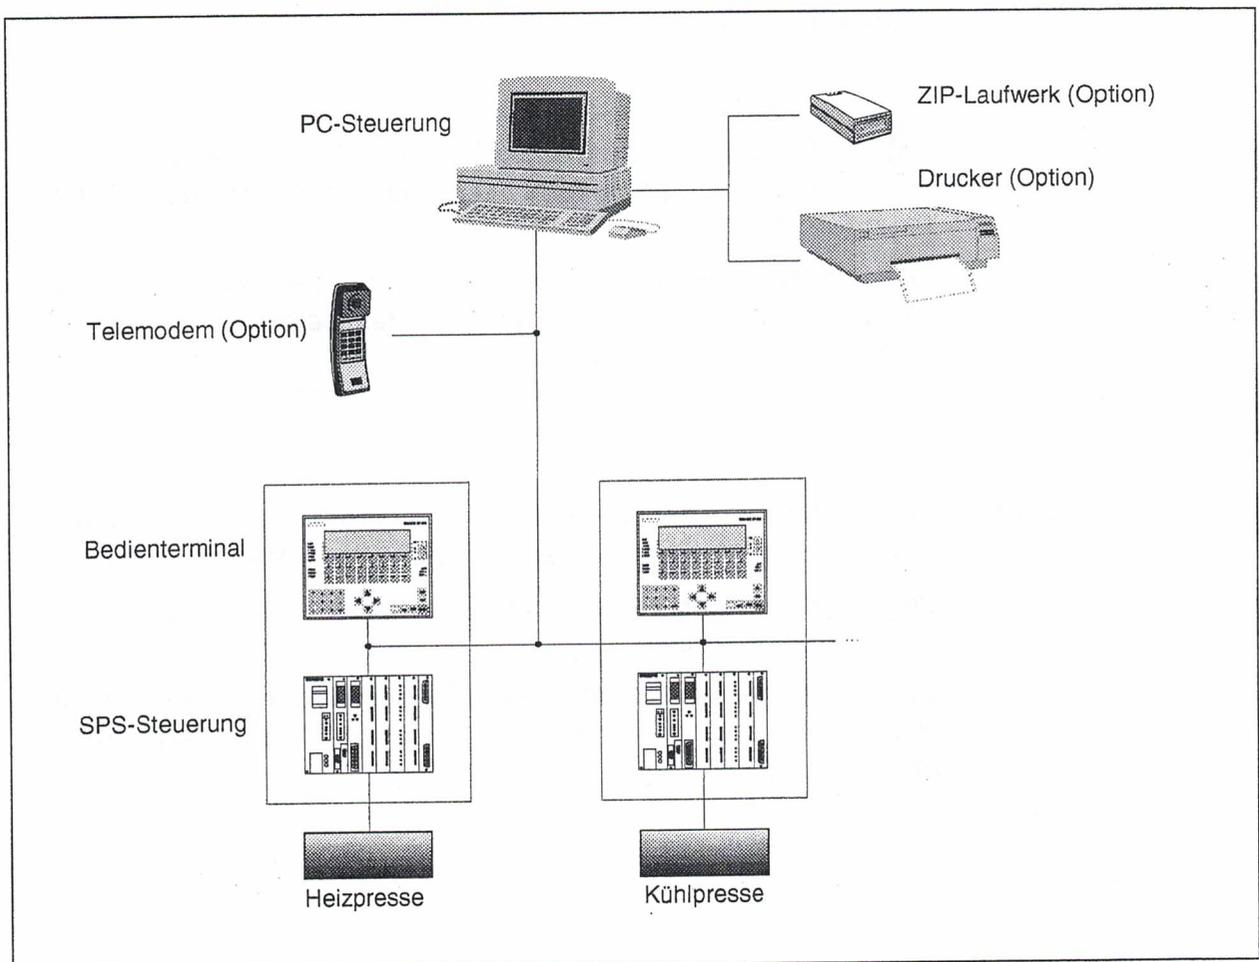

Abbildung 1-3 Steuerungskonzept: Übersicht
**Steuerungskonzept** Das Steuerungskonzept der Maschine ist in Abbildung 1-3 dargestellt: